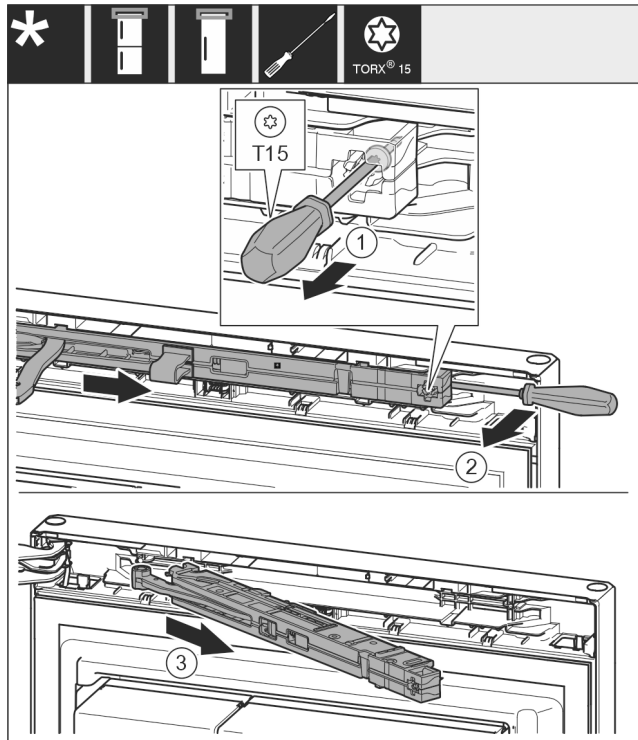

Fig. 8
- ▶ Løsne skruen på lukkedemperenheten ca. 14 mm med en T15-skrutrekker. *Fig. 8 (1)*
- ▶ Sett inn en skrutrekker bak lukkedemperenheten på håndtakssiden, og drei den forover. *Fig. 8 (2)*
- ▶ Trekk ut lukkedemperenheten. *Fig. 8 (3)*